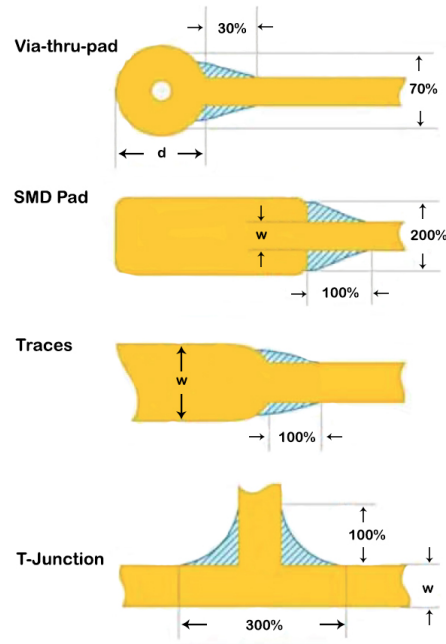

Figure 5: les « teardrops » augmentent la résistance des traces et améliorent le rendement.
**2. Renforcez les traces et les vias avec des larmes de jonction pistes/pastilles (« teardrops »):** si elle n'est pas contrôlée, la flexion du substrat peut entraîner une délamination et une défaillance du produit. Les traces et les vias peuvent cependant être renforcés pour éviter la délamination. Remplacez les pastilles circulaire par des pastilles de larmes de jonction ou « teardrops » (figure 5). Ces teardrops ajoutent un matériau supplémentaire, renforçant ainsi la pastille pour éviter la délamination. L'utilisation de teardrops peut également contribuer à un meilleur rendement dans la fabrication grâce à une meilleure tolérance lors du forage.